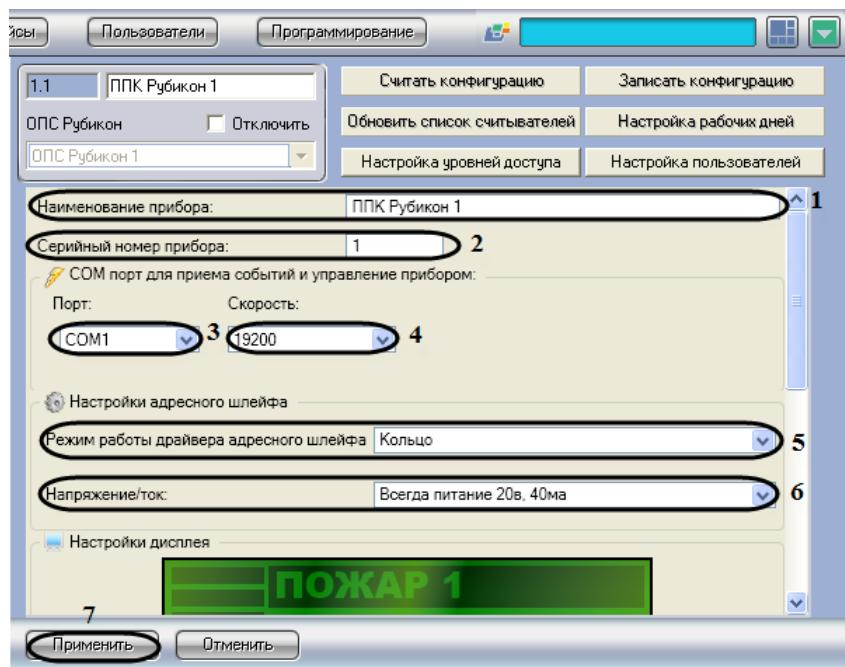

Рис. 3.3—2 Панель настроек ППК Рубикон
- В поле **Наименование прибора** ввести название прибора (см. Рис. 3.3—2, 1).
- В поле **Серийный номер прибора** ввести серийный номер прибора (см. Рис. 3.3—2, 2).